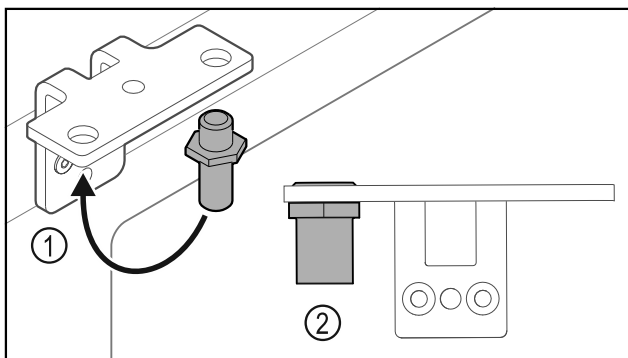

Fig. 35
- Spostare il perno Fig. 35 (1) nella cerniera angolare.
- Serrare il perno Fig. 35 (2) con una **coppia di 12 Nm**.